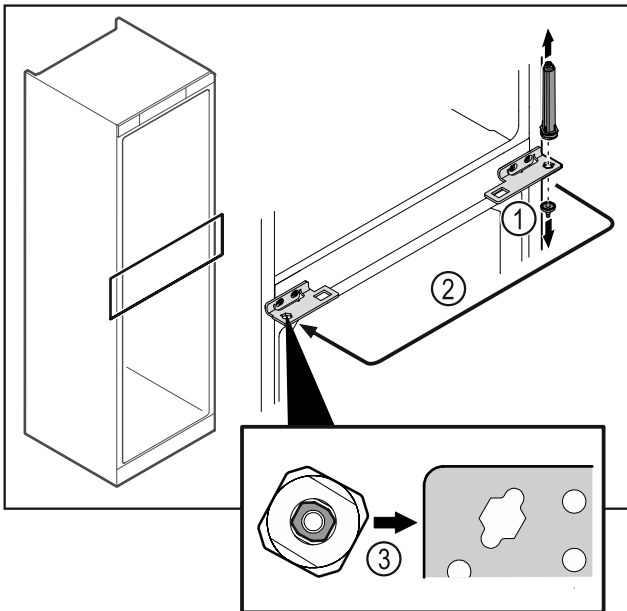

Fig. 44
- ▶ Desatornillar el perno de cierre Fig. 44 (1).
- ▶ Cambiar de posición el sistema de cierre de la puerta Fig. 44 (2).
- ▶ Al insertarlo, asegúrese de que el sistema de cierre de la puerta Fig. 44 (3) esté correctamente alineado.